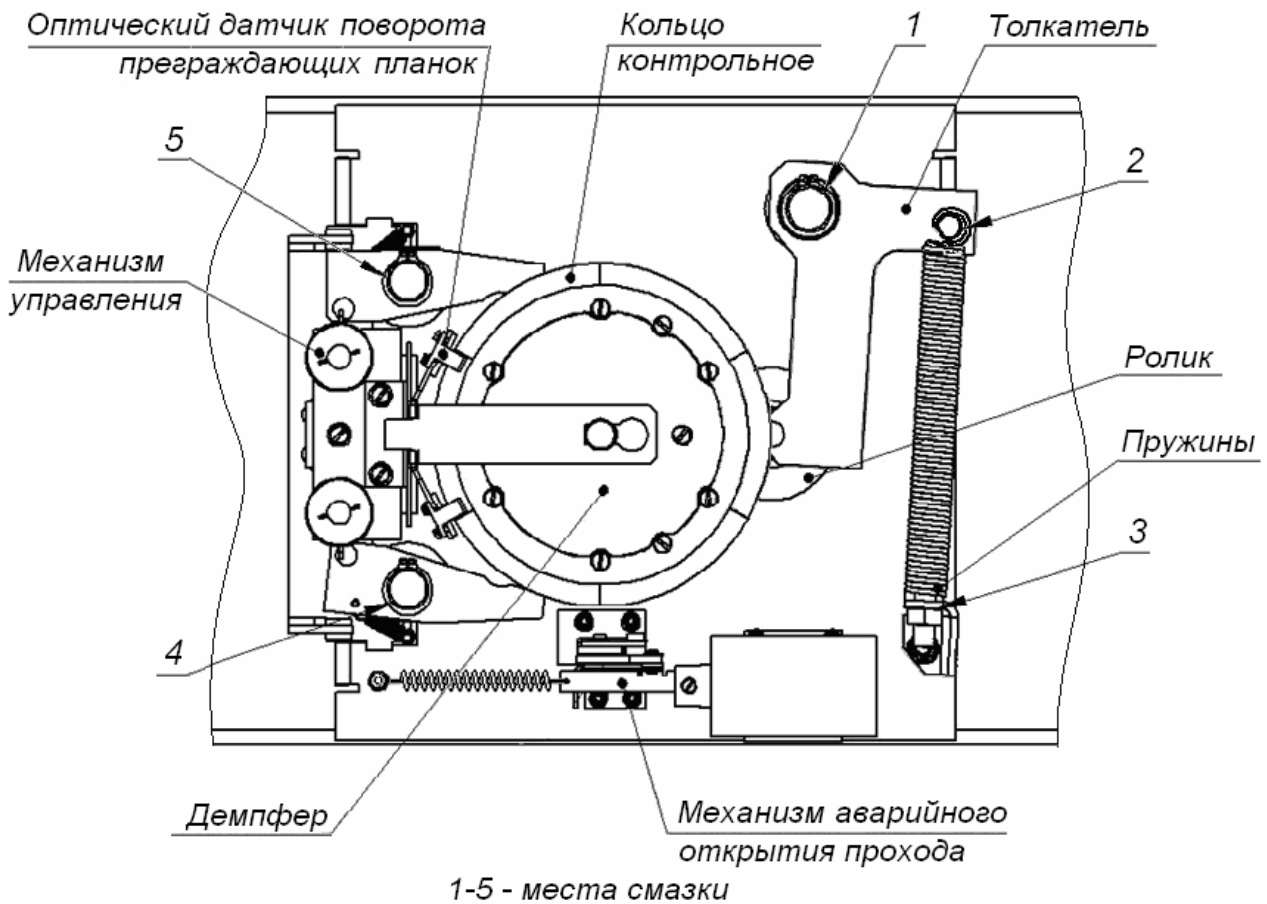

Рисунок 13. Расположение внутренних деталей и узлов стойки ЭП
2. Снимите крышку (3) в порядке, указанном в разделе 6 «*Маркировка и упаковка*».
4. Осмотрите устройство доворота (толкатель, пружины и ролик), оптические датчики поворота преграждающих планок и демпфирующее устройство (см. рис. 13).
6. Выполните смазку узлов трения механизма ЭП смазкой ШРУС-4. Не допускайте попадания смазки на поверхность кольца диска контрольного и на ролик. Смазку производите в следующих точках (места смазки указаны на рис. 13):
8. Проверьте крепление преграждающих планок (4) в шарнирных узлах турникета и, при необходимости, подтяните крепежные винты.